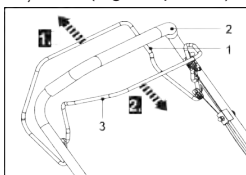

Fig. 24
1. Eliberați maneta de autopropulsie (1) pentru a opri funcția de autopropulsie (Fig. 24, pasul 1).
2. Eliberați maneta de frână (3) pentru a opri motorul și lama (Fig. 24, pasul 2).